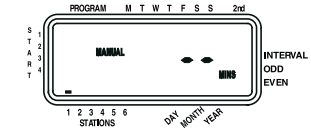

Ilustración 13
- Oprima la tecla MANUAL. Luego oprima SIGUIENTE tres veces. La pantalla mostrará un cursor intermitente en la estación 1 junto con -- MINS [Vea la ilustración 13].